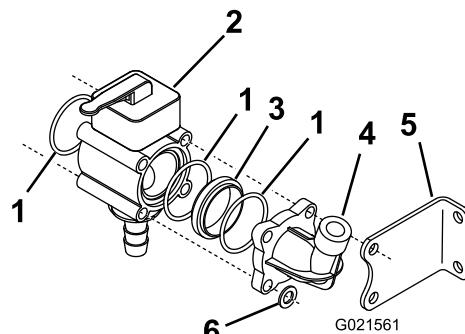

Рисунок 7
9. Наденьте шайбы на штоки, которые не проходят через левый монтажный кронштейн, и наверните контргайку на левый конец каждого штока (Рисунок 7).
10. Предварительно соберите коллекторный узел ручного клапана, используя ручной клапан, уплотнительное кольцо и переходник из комплекта запасных частей, а также уплотнительное кольцо и соединительный патрубок манометра, демонтированные ранее (Рисунок 7).
12. Установите шайбу и две стопорные гайки на правый конец каждого из 4 резьбовых штоков, чтобы прикрепить переходной патрубок к перепускному клапану стрелы в сборе (Рисунок 7).